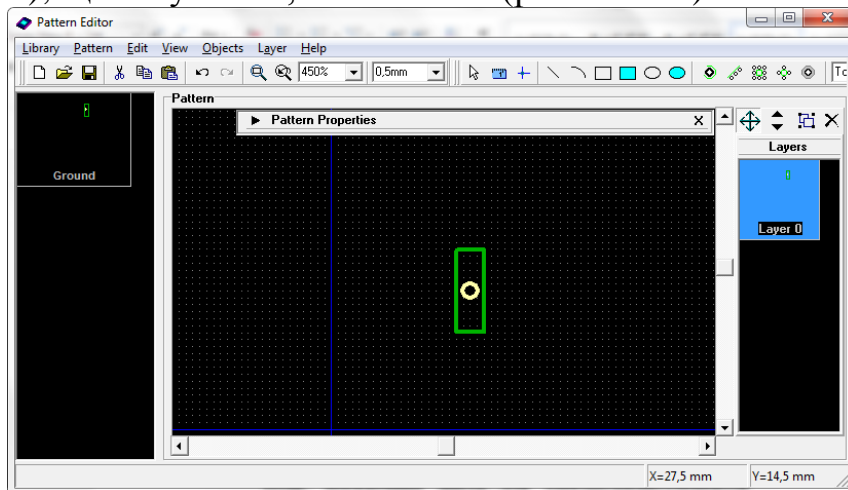

Рис. 3.11.3
5) Начертить прямоугольный контур микросхемы. Для этого выполнить команду **Line**. Установить курсор в 1-ю точку (9; 7) и щелкнуть ЛК. Перевести курсор во 2-ю точку (9; 13) и щелкнуть ЛК. Переместить курсор в 3-ю точку (11; 13) и щелкнуть ЛК. Установить курсор в 4-ю точку (11; 7), щелкнуть ЛК. И, наконец, переместить курсор снова в 1-ю точку (9; 7), щелкнуть ЛК, а затем ПК (рис. 3.11.3).